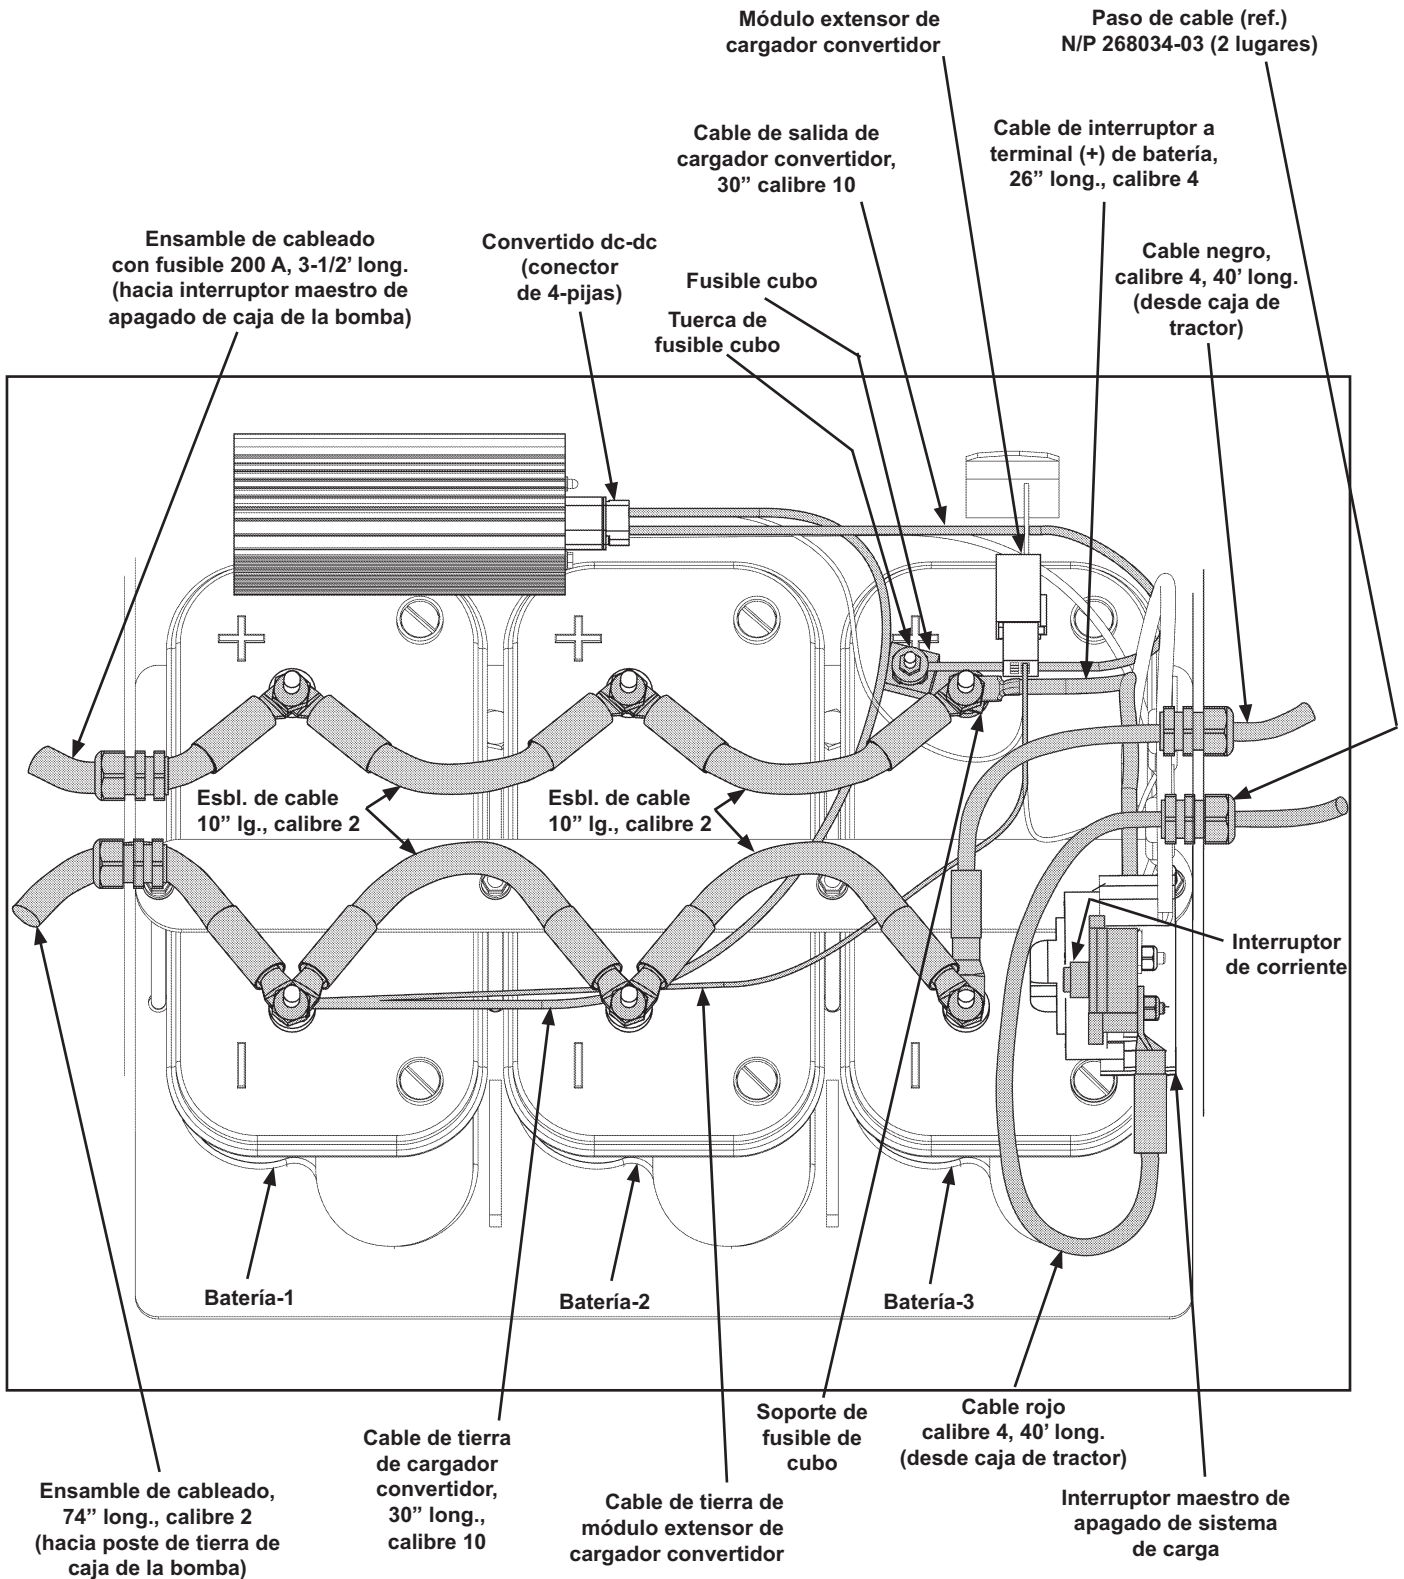

FIG. 8-1
5. Conecte el cable calibre 2 de 74" de largo (j. de art.) al poste de tierra en caja de la bomba. (Consulte Manual de instalación). Después, pase el cable de tierra a caja de la batería. Luego, inserte el extremo libre del cable de 74" de largo a través del paso de cable en lado izquierdo de caja de la batería. Coloque el extremo libre del cable de tierra. Luego, coloque el extremo libre del cable cerca de la terminal negativa (-) de la batería-1, pero no lo conecte (**FIG. 8-1**).
6. Inserte el extremo libre del cable rojo de 40" de largo (caja de tractor) a través del paso de cable en el lado derecho de caja de la batería. Conecte el extremo libre del cable rojo al interruptor de corriente (**FIG. 8-1**). Luego, inserte el extremo libre del cable negro de 40" de largo (caja de tractor) a través del paso de cable en el lado derecho de caja de la batería. Conecte el extremo libre del cable negro a la terminal negativa (-) de la batería-3 (**FIG. 8-1**).
7. Conecte el cable de tierra calibre 10 de 30" de largo del cargador convertidor (j. de art.) del conector de 4 pijas a la terminal negativa (-) de la batería-1 (**FIG. 8-1**).
8. Conecte el cable de tierra de módulo extensor del cargador convertidor a la terminal negativa (-) de la batería-1 (**FIG. 8-1**).
9. Conecte el fusible de cubo al soporte de fusible de cubo (**FIG. 8-1**). Conecte el cable de salida del cargador convertidor desde el conector de 4-pijas al fusible de cubo y sujete con la tuerca del fusible de cubo (**FIG. 8-1**). Conecte el soporte de fusible de cubo a la terminal positiva (+) de la batería-3 (**FIG. 8-1**). Luego, conecte el interruptor al cable del sistema de carga a la terminal positiva (+) de la batería-3 (**FIG. 8-1**).
10. Conecte las tres baterías en paralelo con ensambles de cable calibre 2 de 10" de largo (**FIG. 8-1**). Conecte las terminales positivas (+) primero, luego conecte las terminales negativas (-).
11. Conecte el cable con fusible de 200 amperios al interruptor maestro de apagado en caja de la bomba (**Manual de instalación**) y terminal positiva (+) de la batería-1 (**FIG. 8-1**).
12. Verifique que todos los cables estén conectados y asegurados a las terminales correctas (**FIG. 8-1**). Luego, conecte el cable de tierra a la terminal negativa (-) de la batería-1.